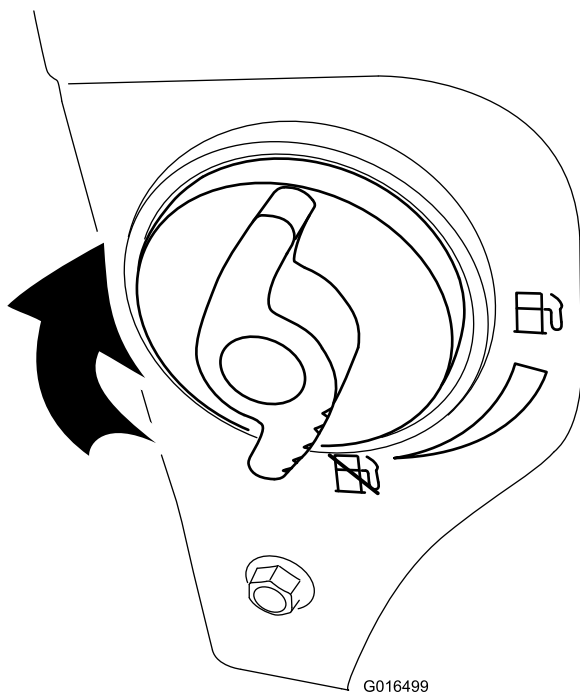

Рисунок 31
4. Закройте отсечной топливный клапан, повернув его по часовой стрелке (Рисунок 31).